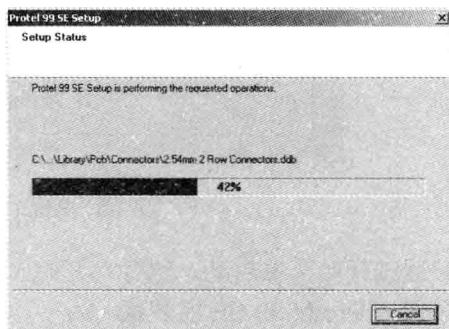

图 1-4 复制文件
- 5) 设置好程序组，单击【Next】按钮，系统开始复制文件，如图 1-4 所示。